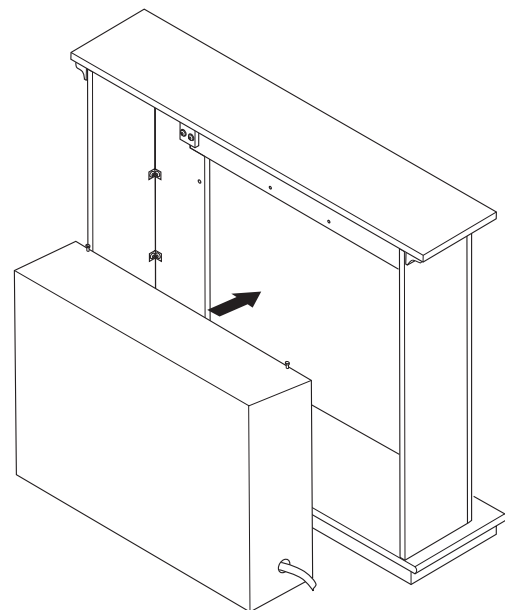

Figura 6 - Instalación de la chimenea
5. Coloque la chimenea dentro de la repisa (consulte la figura 6, página 3). Con cuidado coloque las líneas de gas.